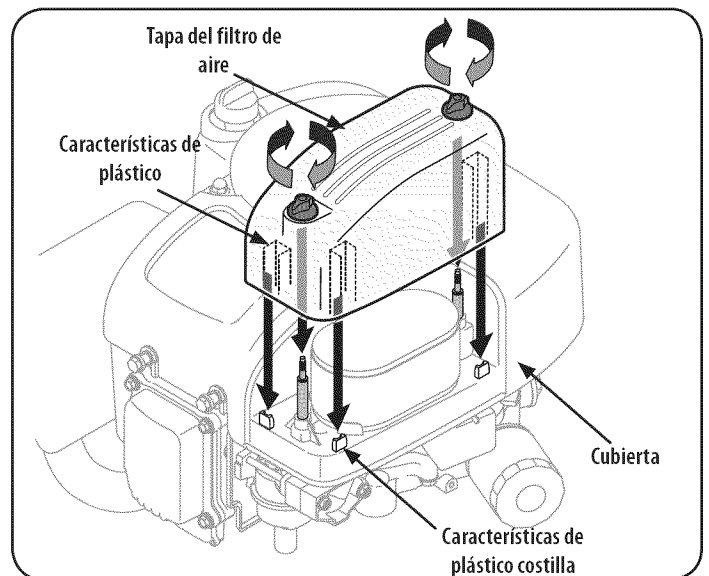

Figura 20
6. Coloque la tapa del filtro de aire y asegúrese de alinear las características de plástico costilla en la cubierta de las características de plástico en la tapa del filtro de aire. Vea la Figura 20. Gire tornillos en sentido horario hasta que quede ajustado. Revise si hay desalineación.